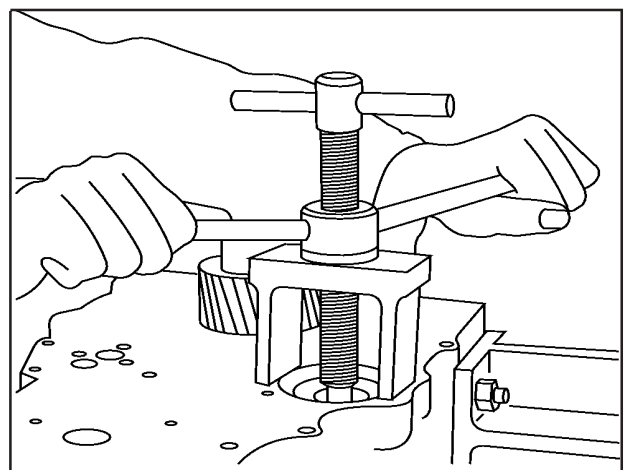

FIG 7
1. Saque a bucha com a ferramenta 81 30 009 em conjunto com a ferramenta número 81 30 407, **Fig. 7**.